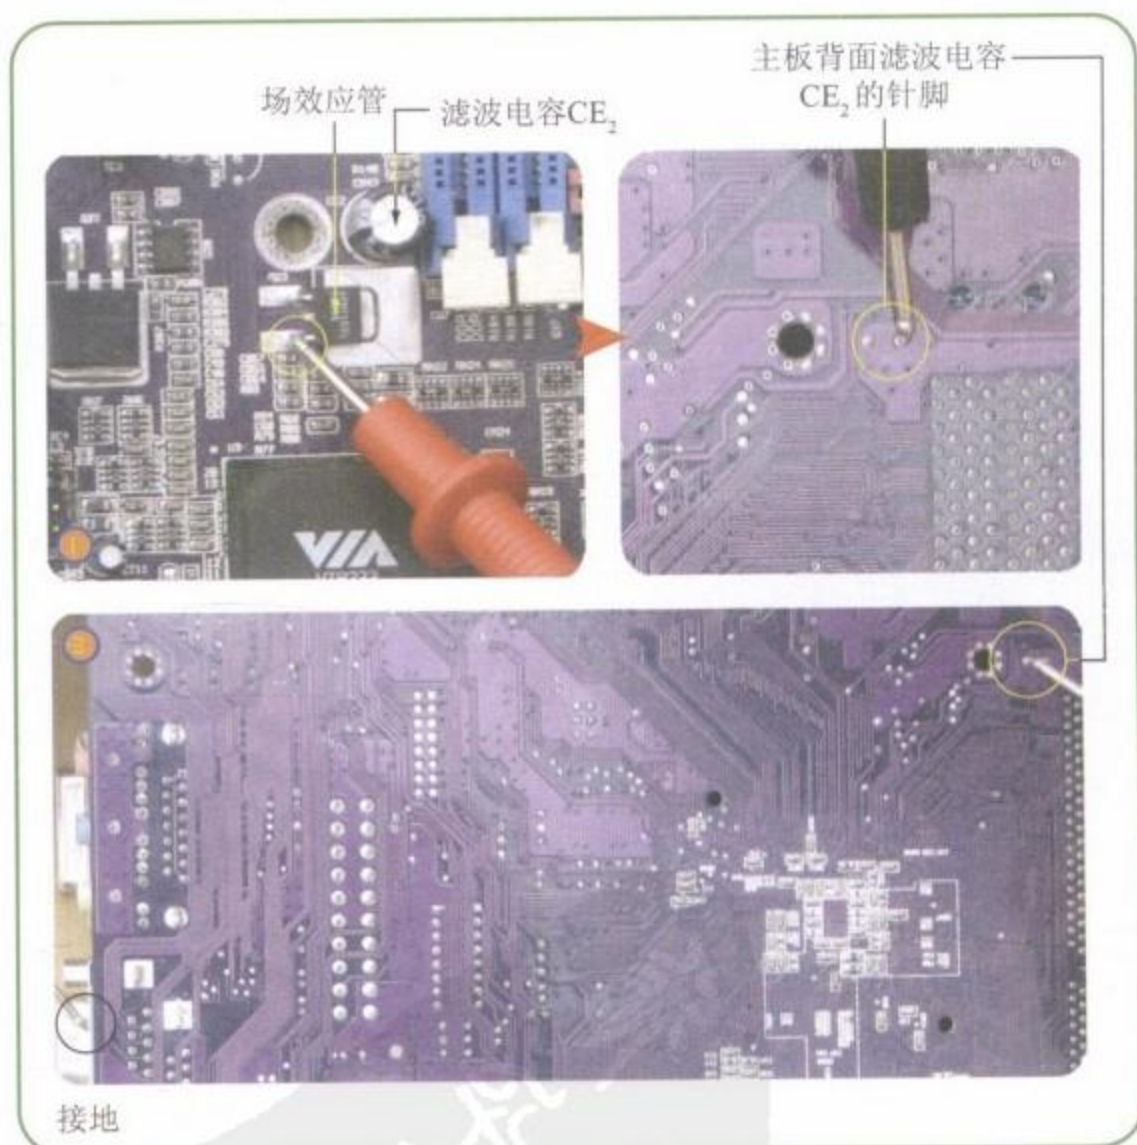

图8-69 测量场效应管Q₂₃的S极连接的滤波电容的线路
Step 02 测量场效应管Q₂₃ S极连接的滤波电容的线路，如图8-69所示。